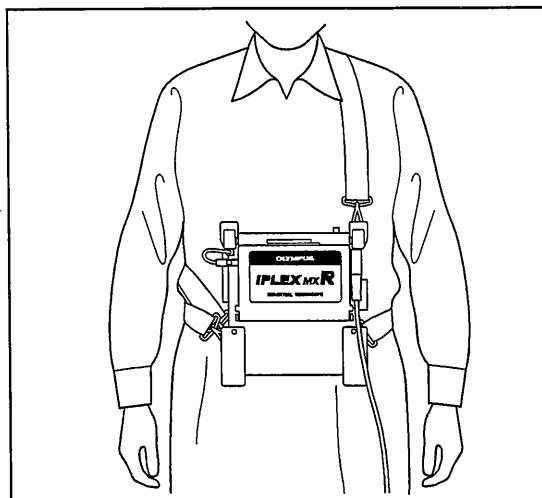

図 3.24
3. 肩ベルトを用い、本体を装着します。 (図 3.24 参照)